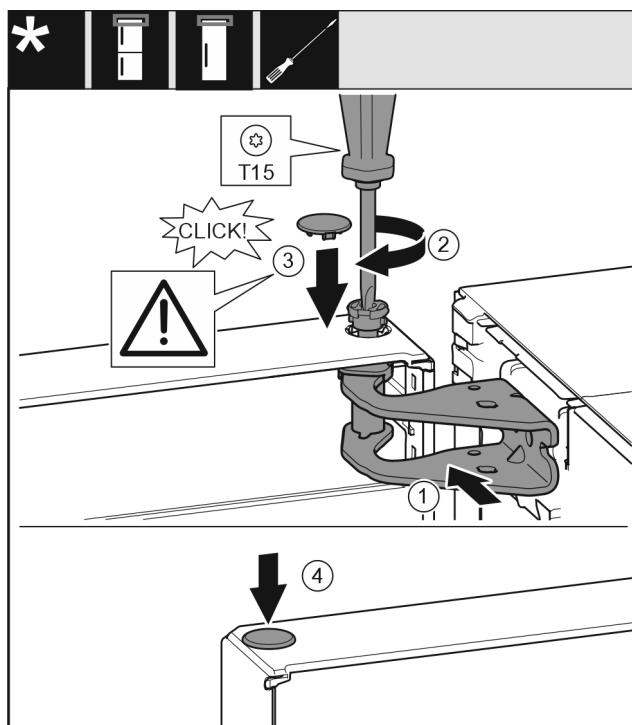

Fig. 17
- Вирівняйте дверцята зверху по отвору в опорному кронштейні. Fig. 17 (1)
- Вставте палець та закрутіть за допомогою викрутки T15. Fig. 17 (2)
- Встановіть захисну кришку для захисту дверцята: вставте захисну кришку і проконтролюйте, щоб вона прилягала до дверцята. Якщо це не так, повністю вставте палець. Fig. 17 (3)
- Вставте пробку. Fig. 17 (4)